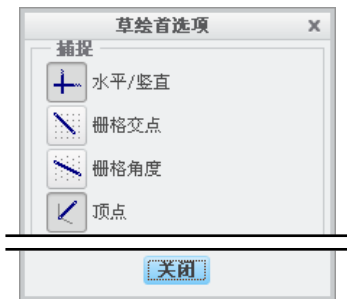

图 4.9.18 “草绘首选项”对话框
Step1. 在功能选项卡区域的 **草绘** 选项卡中单击 **草绘器首选项** 按钮, 系统弹出图 4.9.18 所示的“草绘首选项”对话框, 单击“水平/竖直”按钮 **+** 和“顶点”按钮 **∟**。